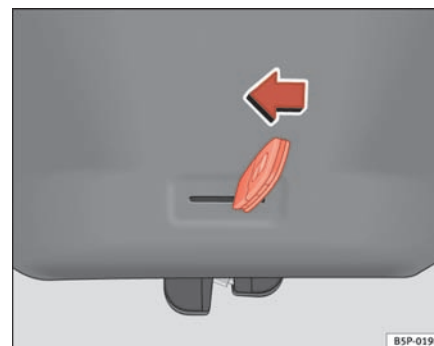

Fig. 68 Bagklap: nødoplåsning
- Sæt nøglen i slidsen, og lås låsesystemet op ved at bevæge nøglen fra højre mod venstre i pilens retning ⇒ fig. 68. ■